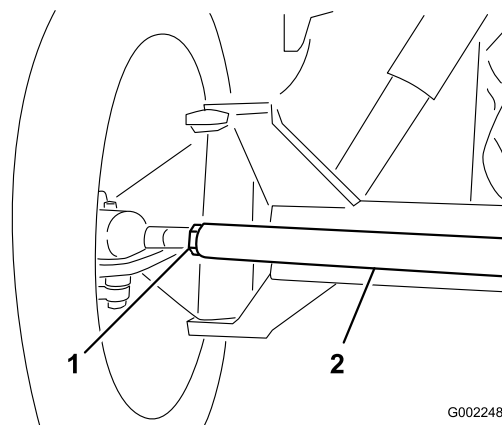

Figura 89
3. Se la misura non rientra nel campo specificato, allentate i controdadi da ambo i lati del tirante (Figura 89).